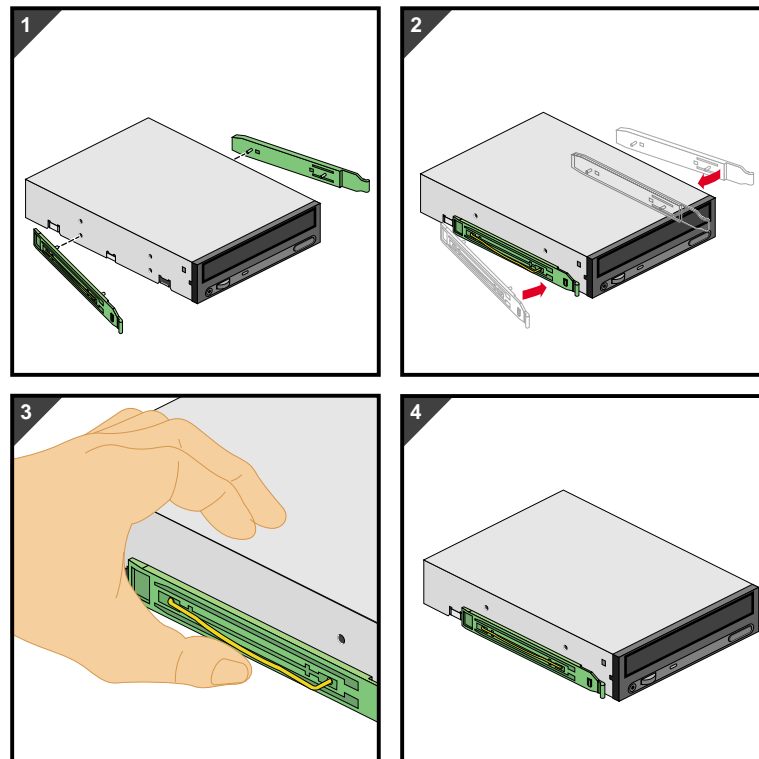

Abbildung 2-3 Montieren von Laufwerkschienen an 5,25-Zoll-Laufwerken
3. Wenn Sie eine Laufwerkschiene an einem Laufwerk anbringen wollen, führen Sie ein Ende des Drahtclips der Schiene in die Gewindelöcher am Laufwerk ein. Drücken Sie vorsichtig auf die Mitte der Laufwerkschiene, bis das andere Ende des Drahtclips im entsprechenden Gewindeloch einrastet. Abbildung 2-3 veranschaulicht das Vorgehen.